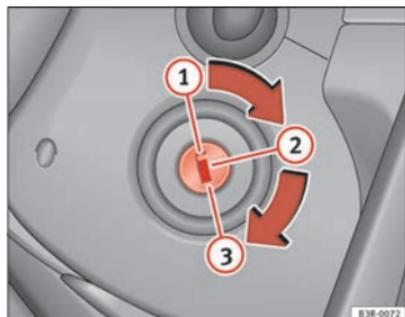

Fig. 137 Positions de la clé de contact
- Amenez la clé de contact en position  ⇒ page 177, fig. 137.